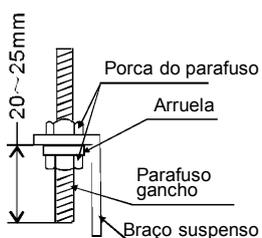

Figura 9
2. Localize o braço suspenso no parafuso gancho. (Consulte o Figura 9)
3. Pendure a unidade no braço suspenso deslizando-a para trás. Aperte os parafusos de montagem em ambos os lados. (Consulte o Figura 9)